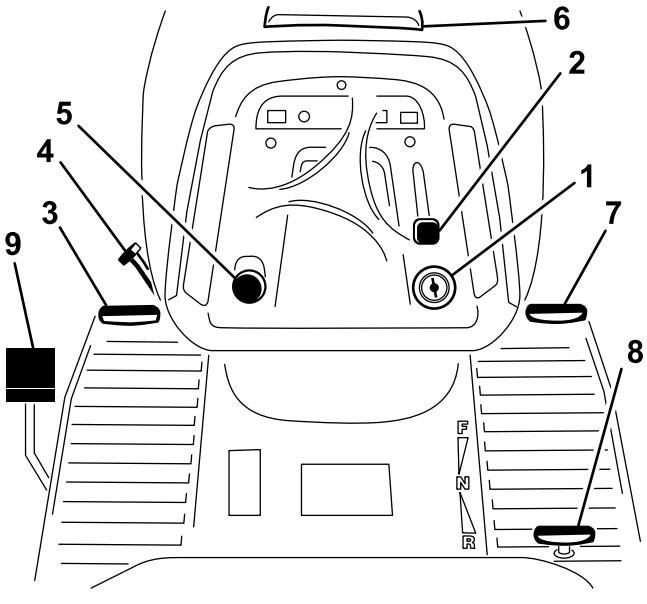

Bild 3
Machen Sie sich mit den Bedienelementen vertraut (Bild 3) bevor Sie den Motor anlassen und die Maschine einsetzen.
1. Treten Sie das Bremspedal (Bild 3) durch und halten Sie es gedrückt.
2. Drehen Sie den Feststellbremshebel (Bild 3) nach links und nehmen den Fuß langsam vom Bremspedal.
1. Treten Sie das Bremspedal durch (Bild 3).